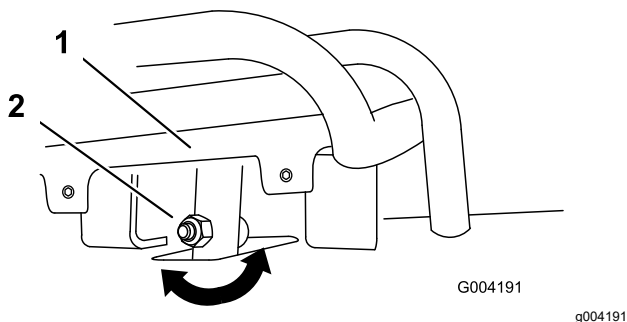
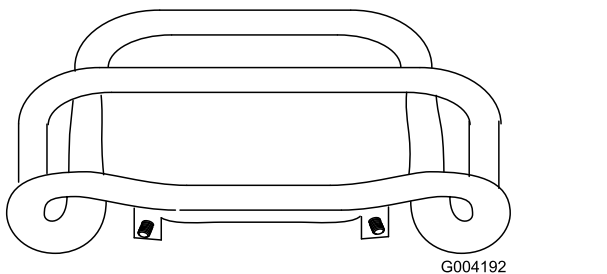

Figura 56
Figura 57
4. Si la parte delantera del control de tracción no queda engrasada con y paralela a la barra de referencia, afloje la tuerca con arandela prensada y el perno del tubo del control de tracción (Figura 56).
5. Ajuste el control de tracción hasta que quede enrasado con la barra de referencia al tirar del mismo hacia atrás del todo (Figura 56 y Figura 57).